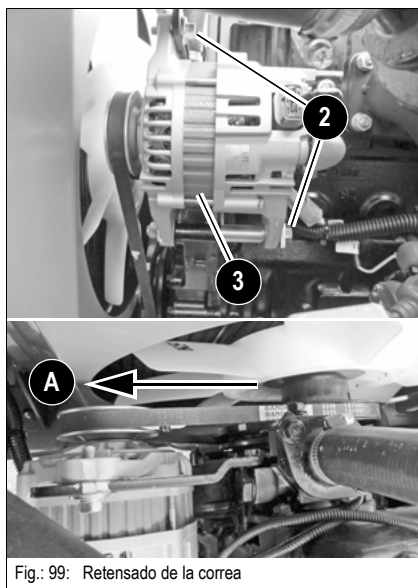

Fig.: 99: Retensado de la correa
- ☞ *Utilizando un medio auxiliar adecuado, mover el alternador de corriente trifásica en dirección de la flecha A hasta que se haya alcanzado la tensión correcta (Fig. 99).*